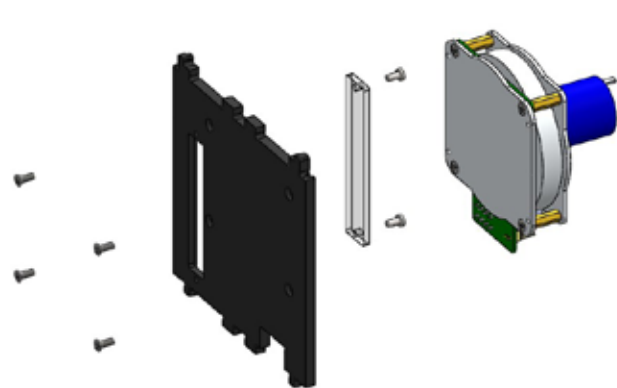

Рисунок 67. Установка двигателя маятника на боковую стенку
7) К боковой стенке прикрепить блок маховиков, используя винты с потайной головкой M3x8 и прозрачную панель, используя винты с цилиндрической головкой M3x6 (рисунок 67):